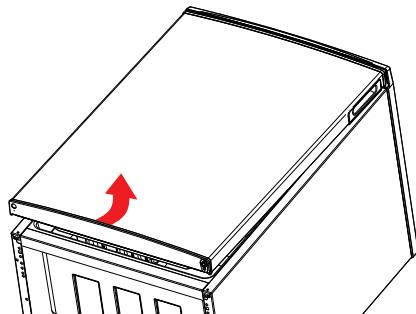

Fig. 3
- ▶ Loft køleskabsdøren let forneden med begge hænder, og træk køleskabsdøren ud af det øverste hængsel (fig. 3).